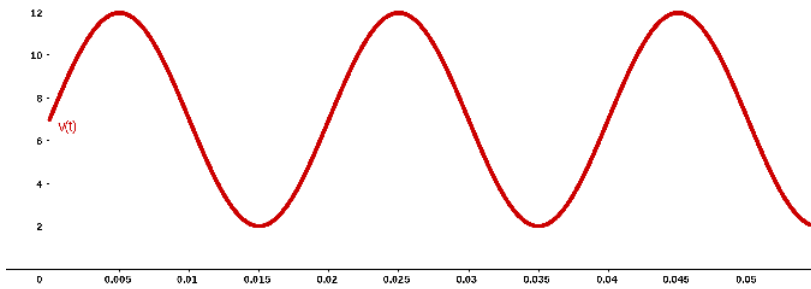

Figura 4.4: Corriente con forma senoidal no alterna
- En la **figura 4.4**, la tensión, si bien tiene forma de onda senoidal, es continua, porque se encuentra siempre por arriba del eje de abscisas. En otras palabras: nunca cambia su sentido, sino que sólo varía su valor de tensión.